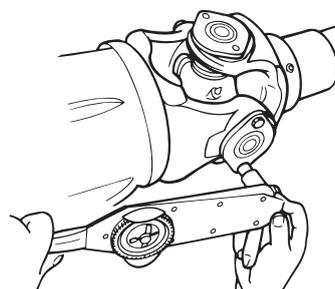

Figura 5.5
7. Use um torquímetro para apertar alternadamente os parafusos com a especificação correta. Consulte a tabela B. Figura 5.5.